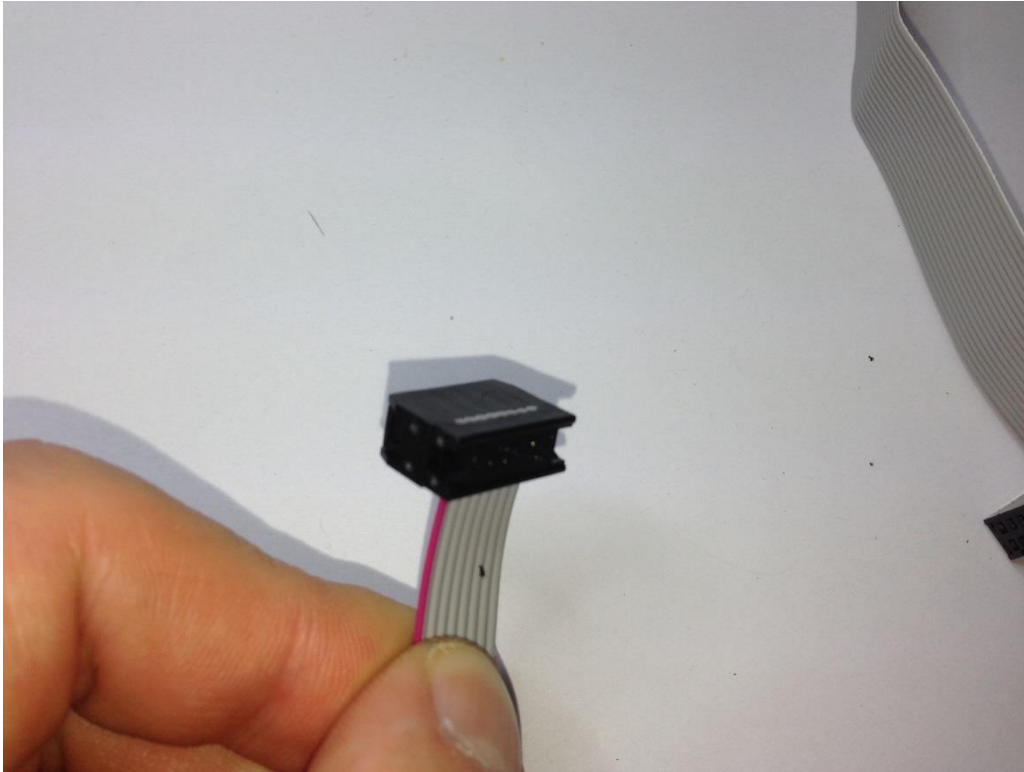

Bild 28
- 7.12. Zum Zusammendrücken, auch hier wieder ein Tuch verwenden und die Überreste des Kabels mit einem Cuttermesser entfernen (Bild 28).**